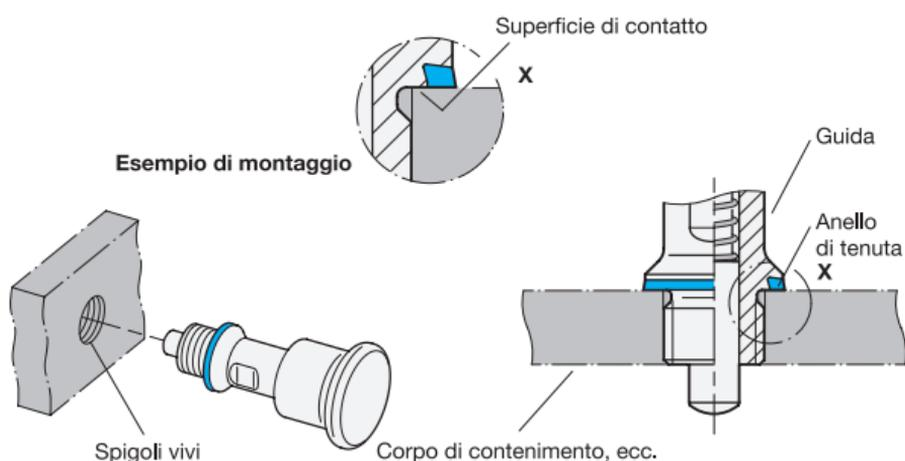

Figura 2
- Il foro di innesto deve essere progettato in modo tale che la spalla metallica all'interno dell'anello di tenuta poggi il più possibile sul sottofondo e consenta il bloccaggio sull'arresto metallico (tolleranza di  $+0,05/+0,2$ ). L'anello di tenuta deve poggiare completamente sul sottofondo (Figura 2).